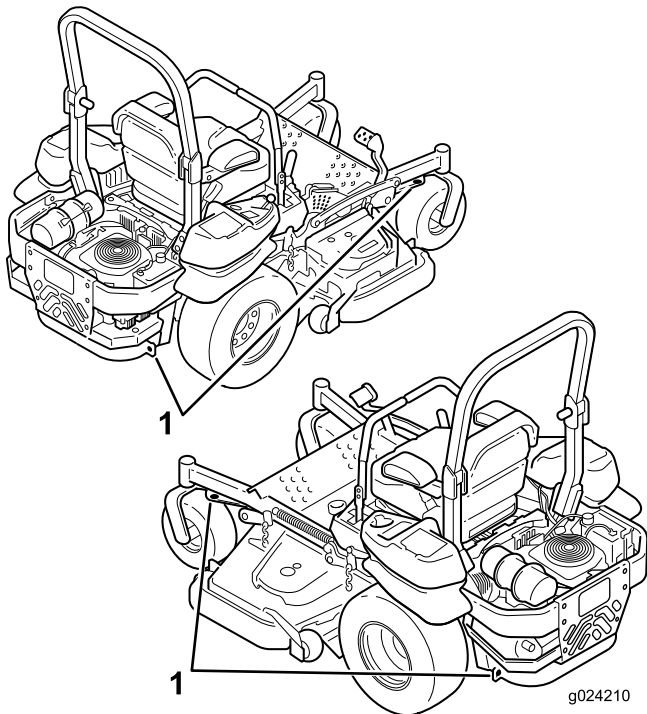

Figura 34
5. Utilice los bucles metálicos de amarre de la máquina para sujetar la máquina firmemente al remolque o al camión con correas, cadenas, cables o cuerdas (Figura 34).